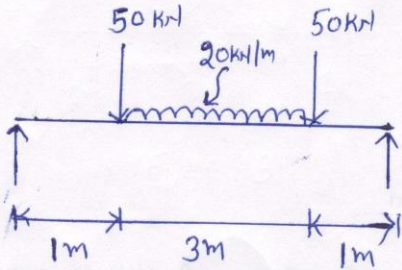

Figure-3 Q-3(d)
- (d) Draw Shear force and Bending Moment Diagram for Figure -3 **04**